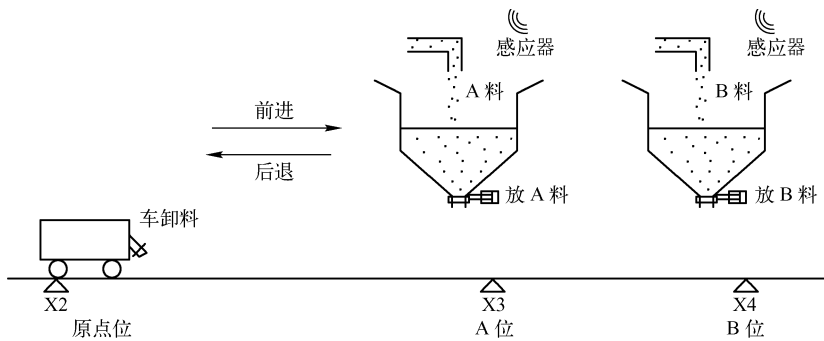

图 5-39 双料位小车运料示意图
**【例 5.6】** 双料位小车运料示意图如图 5-39 所示。启动按钮 SB1 用来开启运料小车，停止按钮 SB2 用来手动停止运料小车。按 SB1 小车从原点启动，KM1 接触器吸合使小车向前运行直到碰 A 位置 SQ2 开关停，KM2 接触器吸合使 A 料斗装料 6 秒，然后小车继续向前运行直到碰 B 位置 SQ3 开关停，此时 KM3 接触器吸合使 B 料斗装料 5 秒，随后 KM4 接触器吸合，小车返回原点直到碰原点 SQ1 开关停止，KM5 接触器吸合使小车卸料 8 秒后完成一次循环。按下下班按钮 SB3，小车完成一次循环后自动停止，否则小车完成 10 次循环后自动停止。按下停止按钮 SB2，小车立即返回原点，直到碰 SQ1 开关立即停止；当再按启动按钮 SB1 时小车重新运行。根据上述控制要求，用状态转移图法完成 PLC 控制程序的设计。